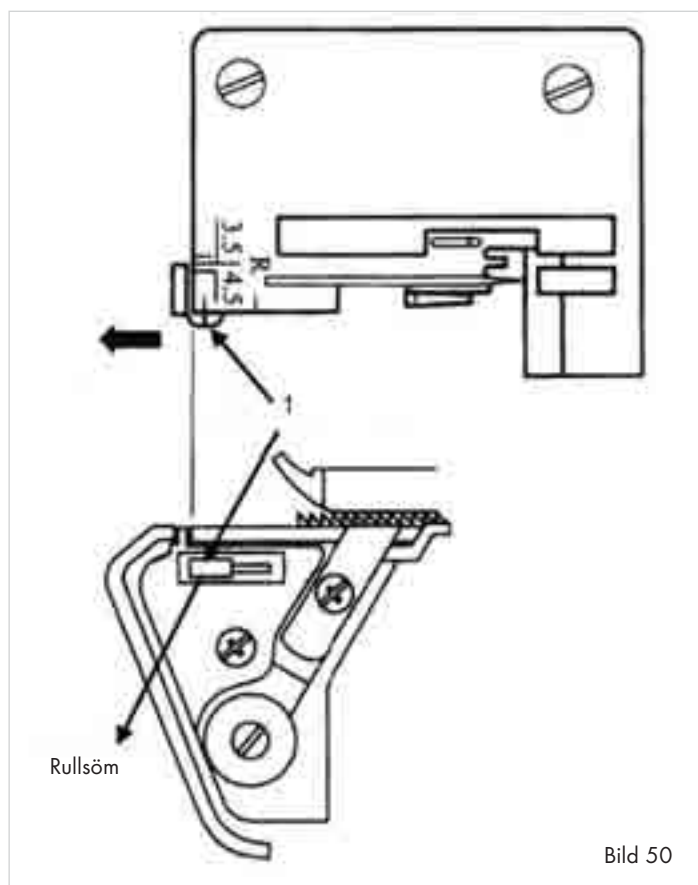

Bild 50
- Öppna frontluckan ⑩.
- Skjut sömbreddsväljaren ②③ till läge R så att fingret åker tillbaka (1) (bild 50).